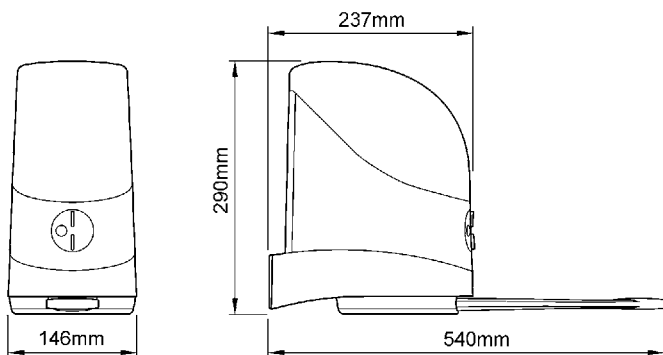

Figura 9
- Verificare i limiti di ingombro facendo riferimento alla figura 9.